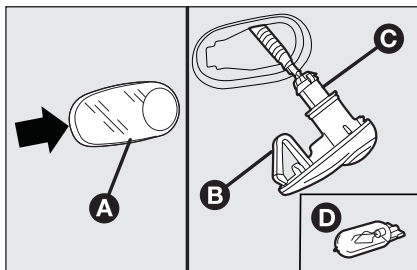

fig. 24
- ☐ intervenga en el transparente **A**-fig. 24 para comprimir la tenacilla interior **B**, saque el grupo hacia el exterior;